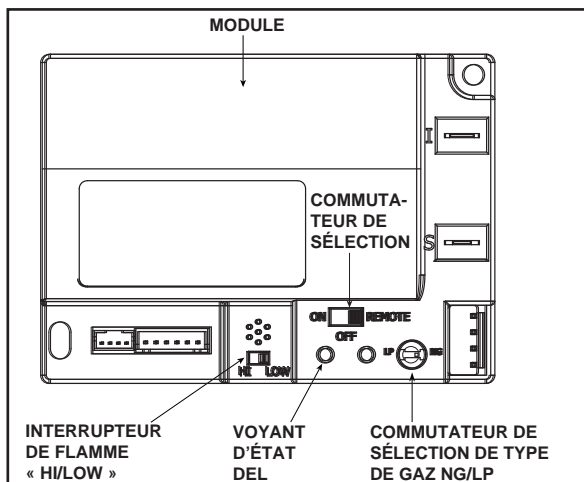

Figure 3.5 Module de commande
2. Localisez le bac à piles et insérez quatre piles AA. La polarité des piles doit être correcte pour éviter d'endommager le module. Voir la figure 3.5. Un schéma complet du câblage est inclus dans la section traitant de l'électricité, dans le manuel d'installation.
- Glissez le commutateur de sélection « ON/REMOTE/OFF » à la position « ON ». Voir la figure 3.5.
1. Le module de commande est équipé d'un commutateur de sélection « ON/OFF » « REMOTE » qui doit être réglé. Voir la figure 3.5.
2. Si un interrupteur mural câblé est utilisé quand le mode à « REMOTE » du module est activé, la hauteur des flammes peut être réglée au moyen du commutateur de sélection « HI/LO » du module. Voir la figure 3.5. Notez que le commutateur de sélection « HI/LO » est désactivé une fois la télécommande facultative (RC300) programmée pour utiliser le module de commande. Notez que le module de commande allume toujours le foyer à « HI » et continue à utiliser ce réglage pendant les 10 premières secondes de fonctionnement. Si le commutateur « HI/LO » est sur la position « LO », la hauteur des flammes deviendra automatiquement au réglage minimum après 10 secondes. Une fois ces 10 secondes écoulées, la hauteur de la flamme peut être ajustée entre « HI et LO » au moyen du commutateur.
- Localisez le module du commutateur de sélection. (Voir figure 3.5).
- Attendez cinq (5) minutes pour laisser les gaz se dissiper.